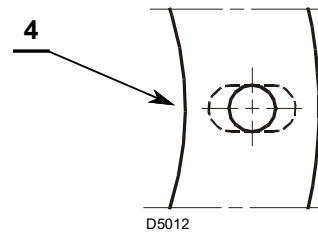

Abb. 7
- Falls erforderlich, die Bohrungen der Isolierdichtung 4) erweitern Abb. 7.